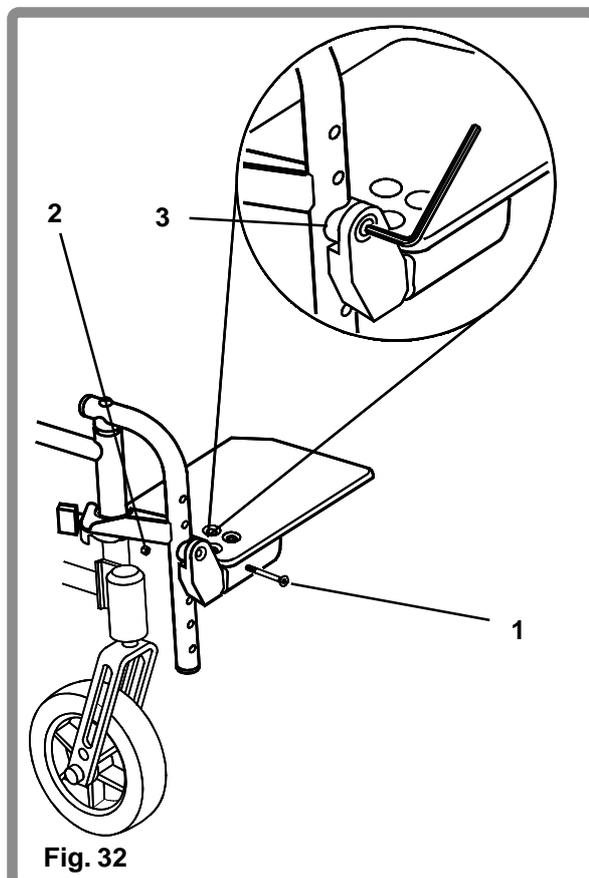

Fig. 32
Pour régler la hauteur de ce type de palette (Fig. 32), dévisser et retirer la vis de retenue (1), l'écrou (2) et la rondelle de la sellette (3) comme indiqué, déplacer la palette à la hauteur désirée et replacer la vis de retenue (1) la rondelle de sellette (3) et l'écrou (2) et serrer. Utiliser une clef Allen de 4 mm et une clef à vis de 10 mm. Serrer jusqu'à 8-10 Nm.